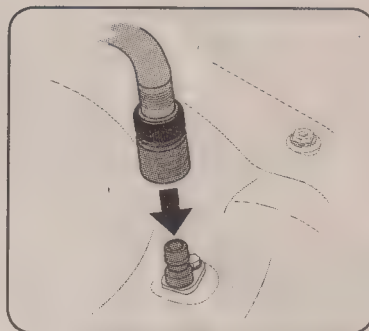

Figura 4-2
3. Una la manguera con el pico de lavado al puerto de agua que se encuentra en la superficie de la plataforma. Vea la Figura 4-2.